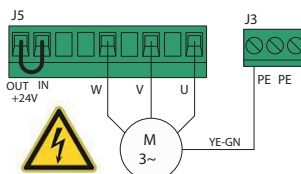

Рисунок 5. Подключение электродвигателя
J5	Разъем подключения электродвигателя гидравлического агрегата (рис. 5) и датчика безопасности СТОП (NC). ВНИМАНИЕ! При размыкании перемычки +24 V на разъеме J5 отключается управляющее напряжение 24 В постоянного тока и блок управления не работает. Для работы блока управления контакты OUT + 24 V и IN + 24 V должны быть замкнуты (NC).